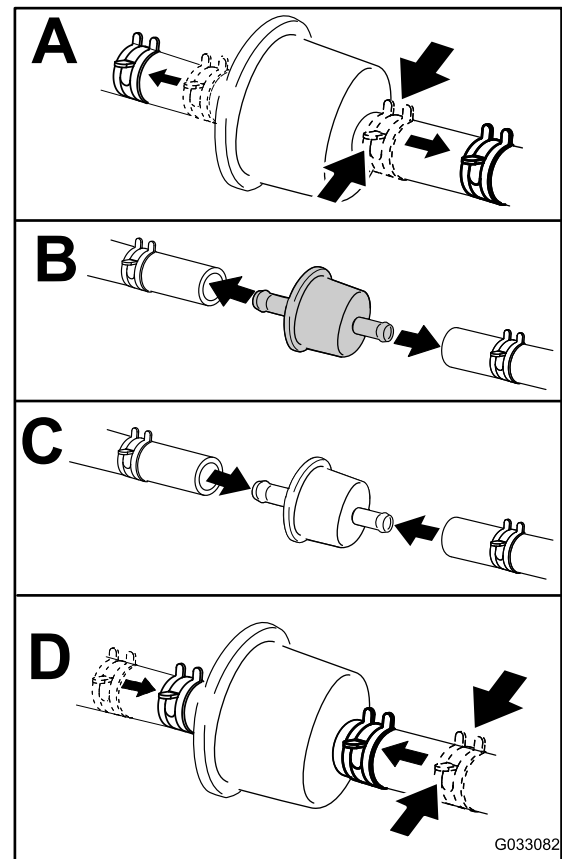

Figura 49
5. Cambie el filtro de combustible (Figura 49).